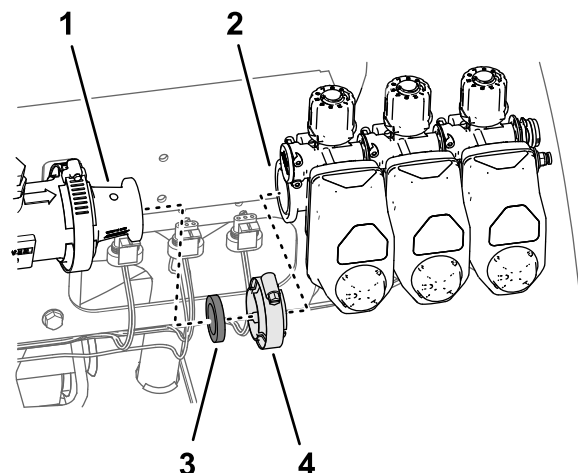

Figura 67
4. Remova as três válvulas de secção da máquina (Figura 67).